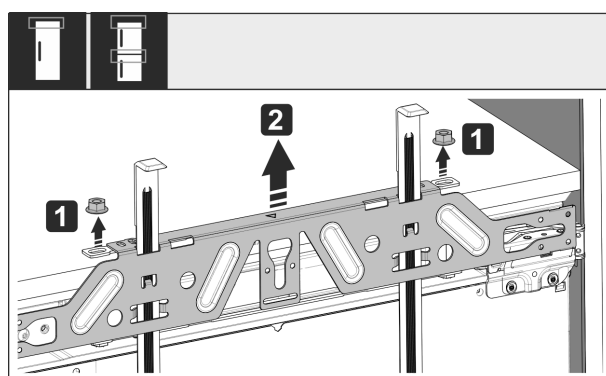

Fig. 54
- Povolte pojistné matice Fig. 54 (1).
- Sejměte upevňovací příčnick Fig. 54 (2).